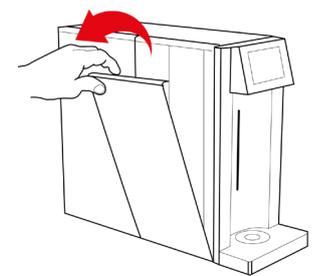

Fig. 1-13
19.2 – Mantenere l'apparecchio verticale con una mano e con l'altra tirare il pannello laterale sinistro della macchina verso l'esterno fino a completa estrazione, vedi Fig. 1-13